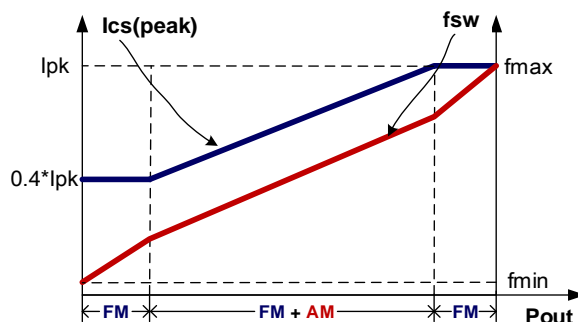

图 4
如图 4 所示，为了满足严苛的平均效率和待机功耗要求，U651X3 采用了调幅控制 (AM) 和调频控制 (FM) 结合的多模式控制技术。接近满载输出时，系统工作在调频工作模式中；在轻重载条件下，系统工作在调频工作和调幅工作模式中；当系统接近空载输出时，系统工作在调频模式中以降低待机功耗。利用此种控制技术，系统可以获得低于 50mW 的待机功耗。